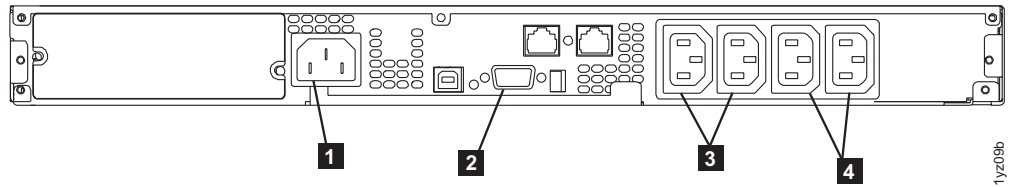

図 13. 無停電電源装置 5115 の電源ケーブルの取り付け
6. UPS 5115 の背面にある UPS 5115 主電源コネクタ1を電源ソケットに差し込む。UPS 5115 は待機モードになるため、すべてのインディケータはオフになります。44 ページの図 13 を参照してください。